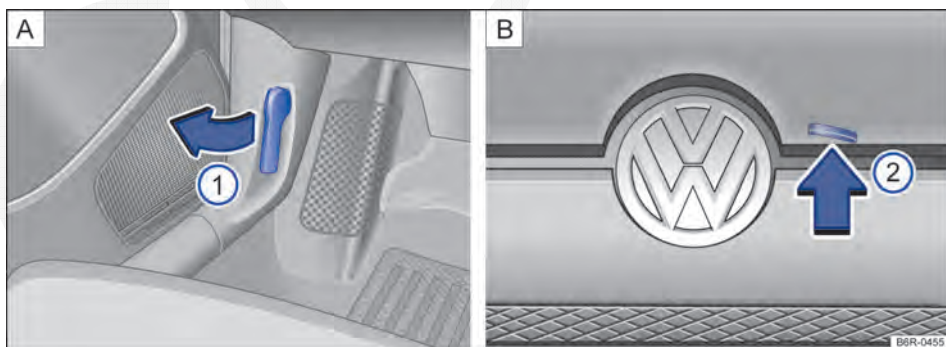

Fig. 101 A: alavanca de destravamento na área para os pés do lado do condutor. B: alavanca de destravamento na parte interna da tampa do compartimento do motor.
- Antes de abrir a tampa do compartimento do motor, assegurar que os braços dos limpadores do para-brisa estejam encostados no para-brisa → ①.
- Puxar a alavanca de destravamento ① no sentido da seta → Fig. 101 A. A tampa do compartimento do motor salta para fora da trava do fecho pela pressão da mola → ⚠️.
- Levantar um pouco a tampa do compartimento do motor e, ao mesmo tempo, pressionar a alavanca de destravamento ② B, que está localizada na parte interna da tampa, no sentido da seta para abrir completamente a tampa do compartimento do motor.
- Puxar a haste de sustentação da tampa pela extremidade no sentido da seta ③ C e posicioná-la sobre o furo indicado para engaste ④ D.